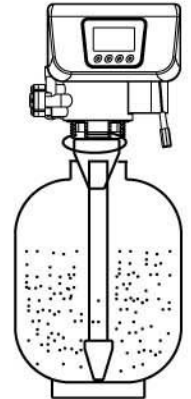

图6
6、在控制阀下部套好O型密封圈，将固定在控制阀上的上布水的下口对准中心管顶部，摆正控制阀，使中心管顶部插入上布水下口，慢慢下移控制阀。（图6）